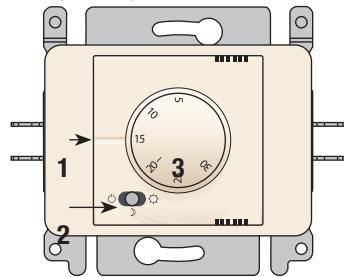

fig.3
Elementos (fig.3)
1. Valor ajustado: la marca indica la temperatura deseada (En la fig. 3 p.ej. el termostato está ajustado a 15°C).